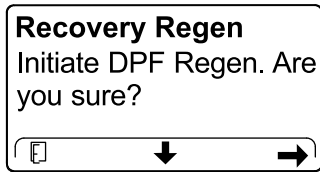

Figura 56
4. No ecrã INICIAR REGENERAÇÃO DO DPF, prima o botão direito para continuar (Figura 56).